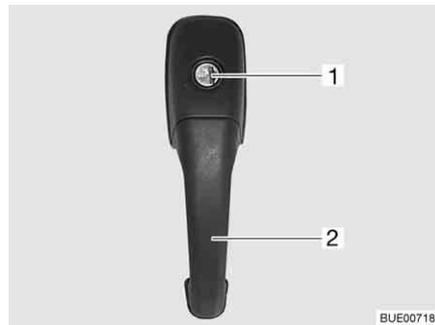

Fig. 42 Fechadura da porta de entrada, lado de fora
- Meta a chave no canhão da fechadura (Fig. 42,1) e gire até a fechadura da porta estar destrancada.
- Puxe o manipulador da porta (Fig. 42,2). A porta está aberta.
- Meta a chave no canhão da fechadura (Fig. 42,1) e gire até a fechadura da porta estar trancada.